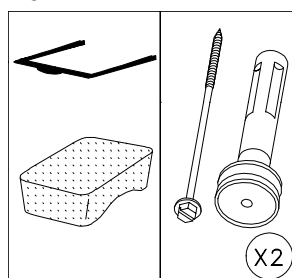

Fig 5
- Assurez-vous que vous avez bien enlevé toutes ces pièces de l'appareil et conservez-les en cas de futur transport (fig. 5) (déménagement par exemple).